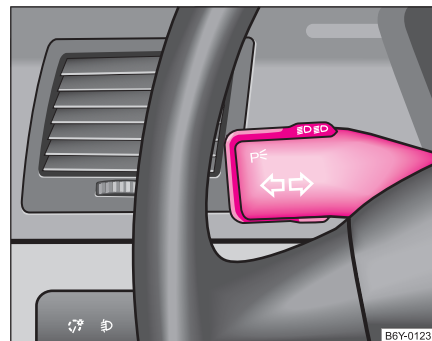

Fig. 36 Maneta de acționare a luminilor de semnalizare și a luminii de drum
- Apăsați maneta luminii de drum în față, pentru a aprinde lumina de drum ⇒ pagina 58, fig. 36.
- Apăsați maneta în sus, respectiv în jos ➡ **pagina 58, fig. 36.**